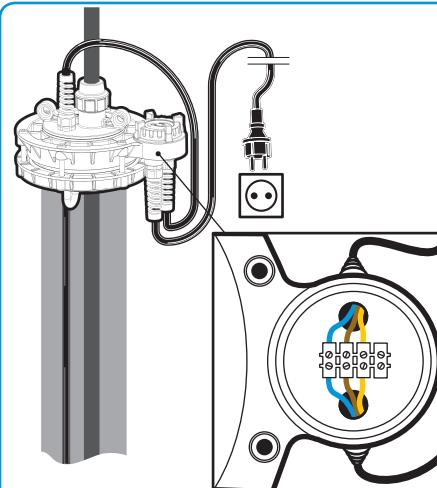

Рисунок 4.
- В оголовках с индексом «Б», имеющих базовую (стационарную) часть, в основании выполнена клеммная коробка, закрывающаяся резьбовой герметичной крышкой. Коробка имеет гермоводы (входят в комплект поставки) питающего сетевого кабеля и электрокабеля насоса. В коробке закреплена винтовая клеммная колодка для быстрой коммутации питающего кабеля и кабеля насоса. Подключение производится по схеме (рисунок 4).
| 4. Не поступает напряжение на насос (для оголовков с индексом «Б»). | 4.1 Отсутствие напряжения в сети.4.2 Контакты в клеммной коробке не соединены. | 4.1 Проверить напряжение в сети.4.2 Соединить контакты в клеммной коробке (см. рисунок 4). |